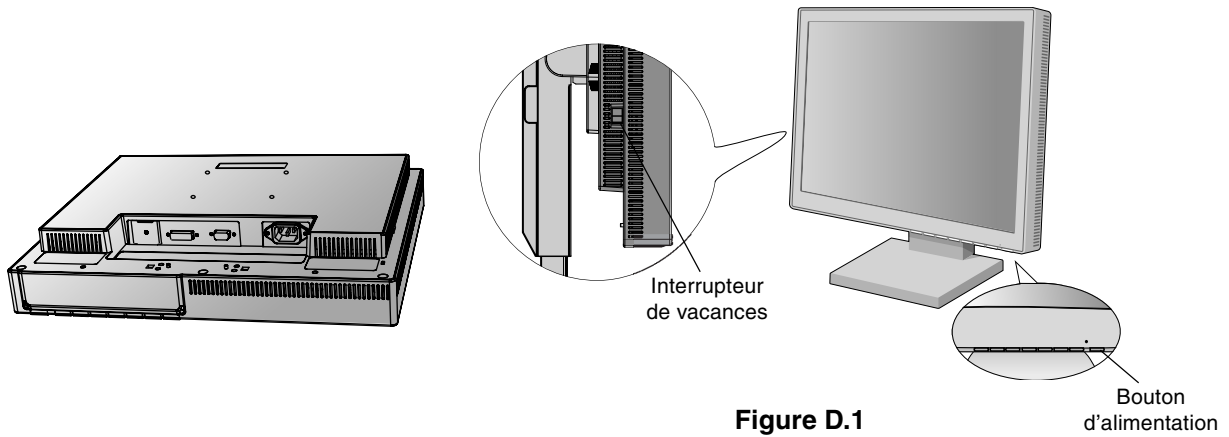

Figure D.1
5. L'interrupteur de vacances situé sur le côté gauche du moniteur doit être allumé. Allumez le moniteur avec le bouton d'alimentation situé à l'avant (**Figure D.1**) ainsi que l'ordinateur.